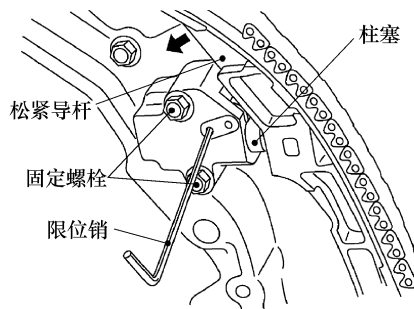

图 3-33 拆卸正时链条张紧器
- ③ 通过压正时链导轨来将柱塞压入张紧器中。
- ④ 按住松紧导杆，推入限位销横穿横杆孔和张紧器孔固定柱塞。
- ⑤ 拆卸固定螺栓并拆卸正时链条张紧器(主)，如图 3-33 所示。